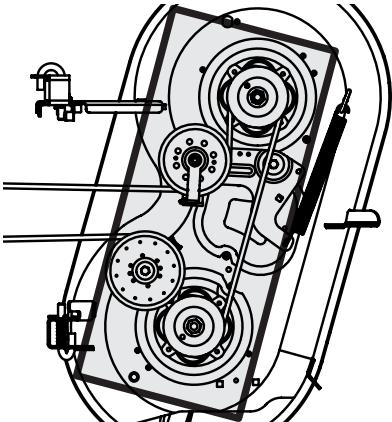

Figura 24
- Limpie la parte superior de la plataforma de corte, debajo de las cubiertas de husillos y del área de correas. Consulte la Figura 24.